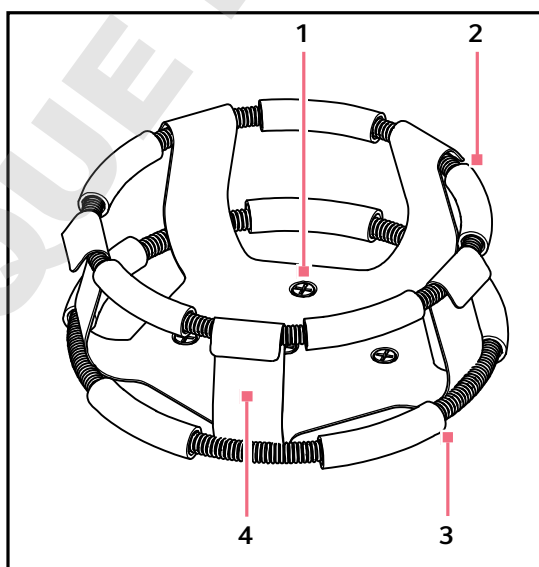

Fig. 4-2: Installation de la pince à double attache
2. La première attache étant en place sur la partie supérieure du corps de la pince (voir Fig. 4-2 à la page 30) à la livraison, insérer un flacon vide dans la pince.